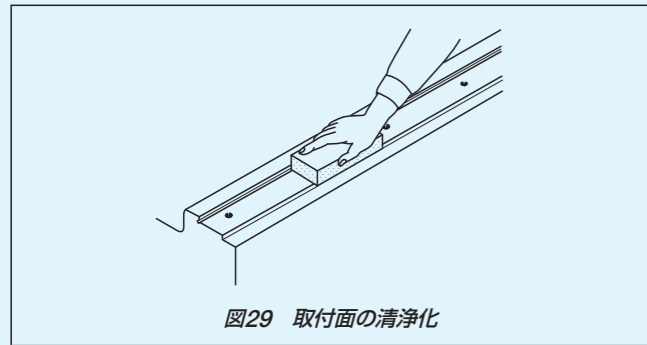

図29 取付面の清浄化
- ・リニアウェイを取り付ける機械・装置の取付基準面及び取付面のほり及び打痕を油といしなどで取り除き、清浄な布で拭き取ります(図29参照)